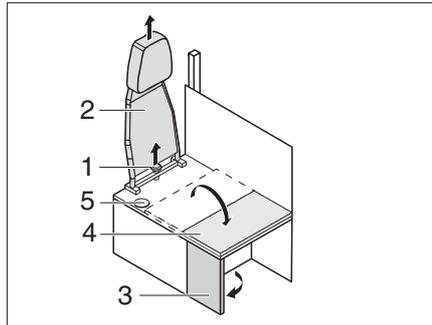

Fig. 200 Transformation conduite-habitation
- Dévisser la vis en étoile (Fig. 200,1) et retirer le dossier (Fig. 200,2) vers le haut.
- Déployer la paroi latérale (Fig. 200,3).
- Rabattre la rallonge de banquette (Fig. 200,4) sur la paroi latérale.
- ▷ Pour la transformation du mode habitation au mode conduite, répéter ces étapes dans l'ordre inverse. Veiller à ce que la ceinture de sécurité passe par l'ouverture (Fig. 200,5).